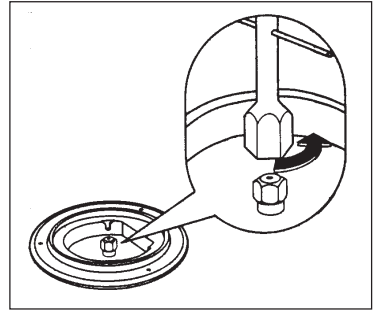

Рис. 1
3. При помощи торцевого ключа 7 размера отвинтите и снимите (Рис. 1) сопла, поменяйте их на сопла, подходящие для типа рабочего газа (см. таблицу “Характеристики горелок” на стр. 32).